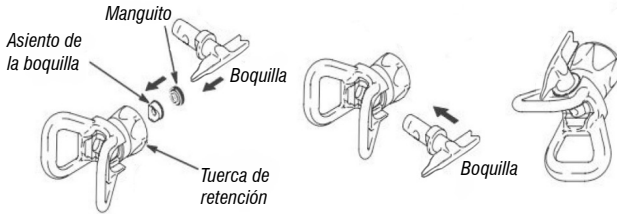

Figura 4 - Componentes de la boquilla
1. Coloque el manguito encostada en la parte plana del asiento de la boquilla (figura 4);